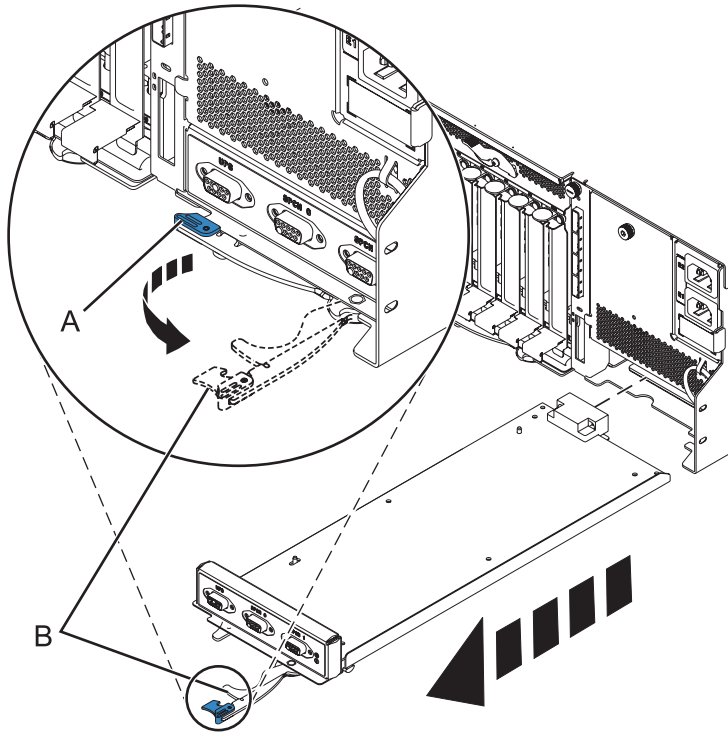

Figure 78. Retirer le contrôleur de gestion du boîtier
- b. Pincez le loquet (A) pour déverrouiller le levier (B). Pour plus d'informations, voir figure 78, à la page 97.